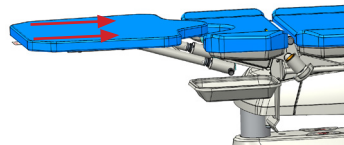
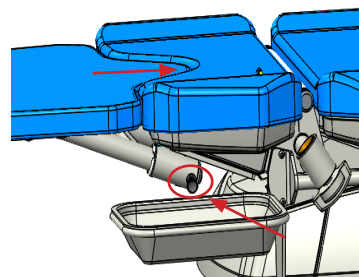

Fig. 2 Ajuste da superfície do paciente
Fig. 3 Detalhes do pino de travamento
- 3) Deslize a extensão da superfície do paciente o mais próximo possível da almofada do assento (Fig. 2) Até que o pino de travamento se encaixe no lugar (Fig. 3)